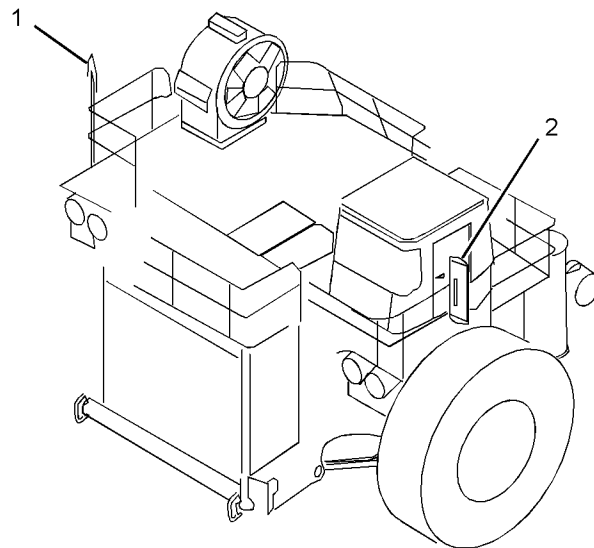

Ilustración 72
Ajuste el espejo frontal (3) de modo que se pueda ver el conjunto de escalera en la parte frontal de la máquina desde el asiento del operador. Consulte la ilustración 72 .